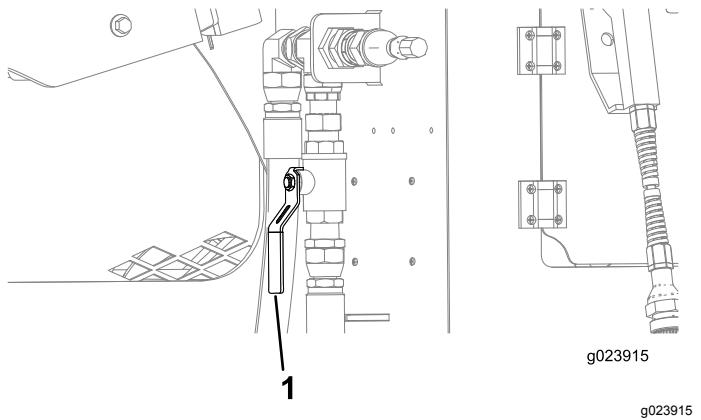

Figura 131
- B. Abra la válvula situada cerca del compartimiento trasero (Figura 131).